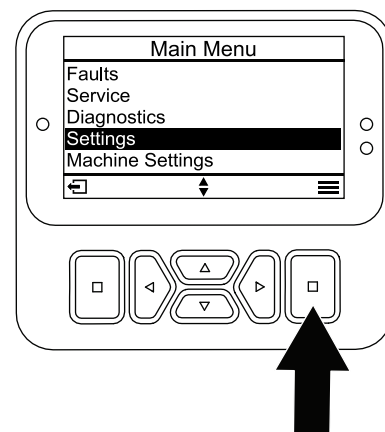

Рисунок 24
1. Прокрутите вниз MAIN MENU (ГЛАВНОЕ МЕНЮ) до меню SETTINGS (НАСТРОЙКИ) и нажмите кнопку для выбора (Рисунок 24).